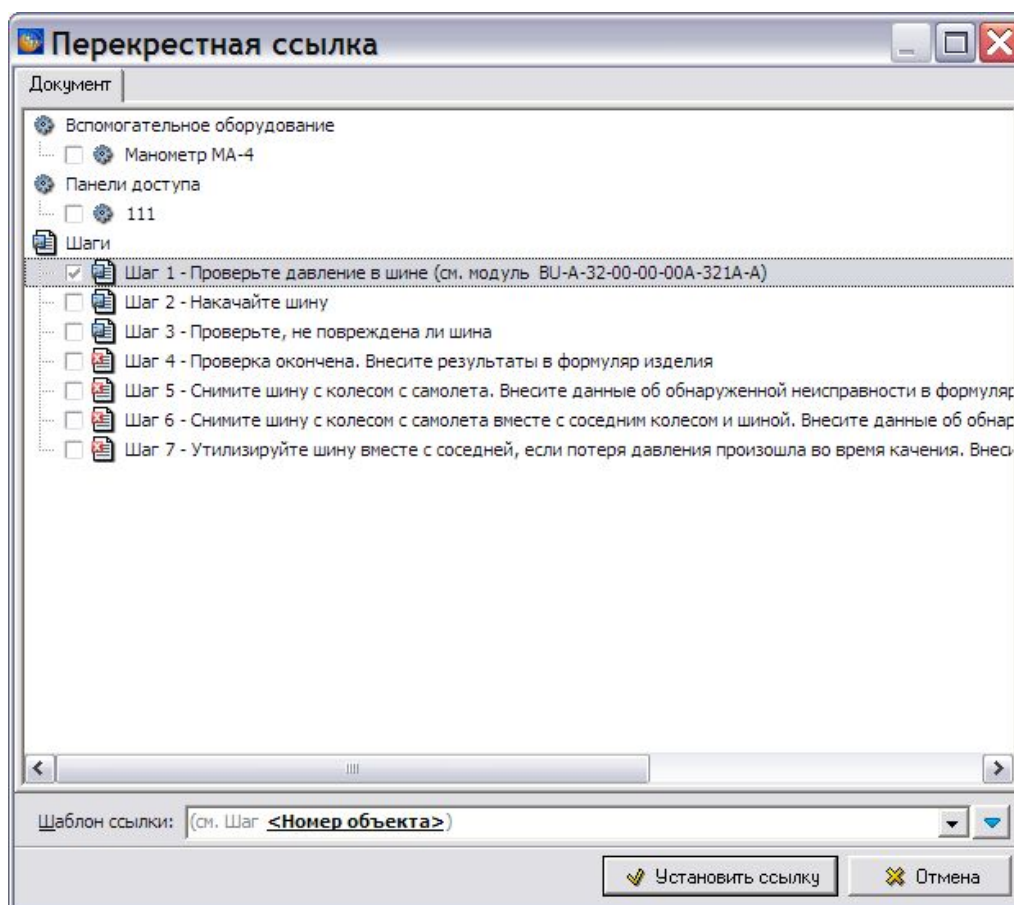

Рис. 3.155
6. Выберите единственный пункт выпадающего меню **Установить перекрестную ссылку**. После этого откроется диалоговое окно **Перекрестная ссылка** (Рис. 3.155).